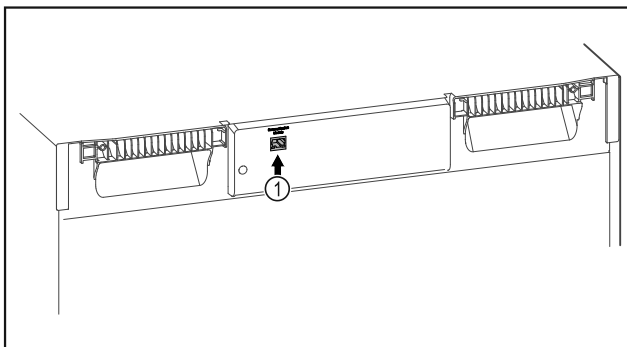

Fig. 112
- SmartModule Fig. 112 (1) je nasadený.